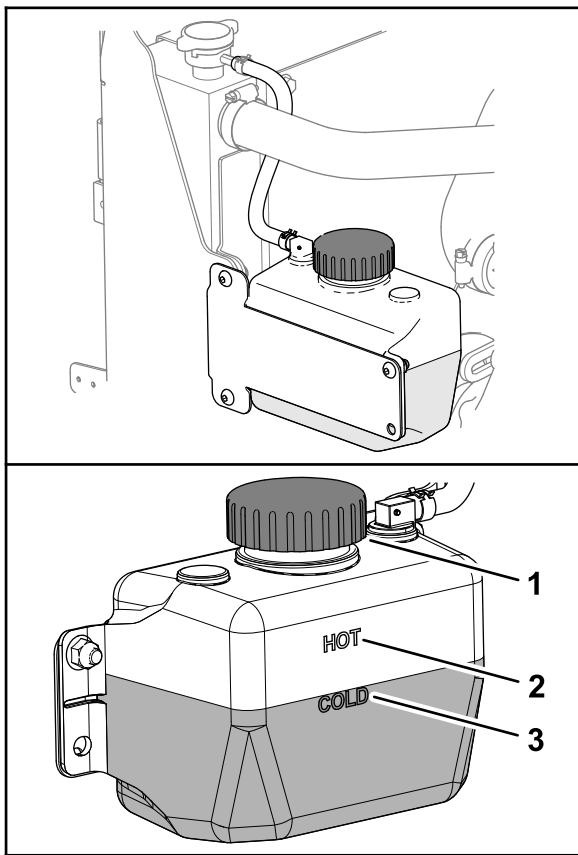

Figura 92
3. Verifique o nível de líquido de arrefecimento do reservatório (Figura 92).